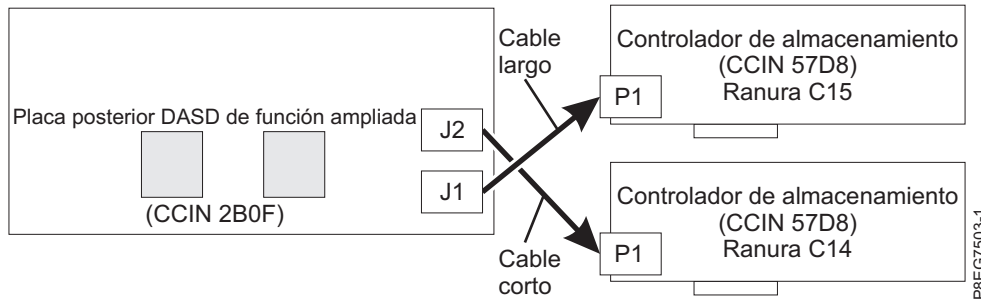

Figura 7. Reconexión del cable SAS en una configuración de función ampliada
- Si dispone de dos adaptadores internos PCIe3 x8 de memoria caché SAS RAID (CCIN 57D8) (función ampliada), el cable SAS corto conecta el conector de la placa posterior de la unidad de disco superior (J2) con el conector P1 del adaptador interno SAS RAID de la ranura P1-C14. El cable SAS largo conecta el conector de la placa posterior de la unidad de disco inferior (J1) al conector P1 del adaptador interno SAS RAID de la ranura P1-C15. Consulte Figura 7.